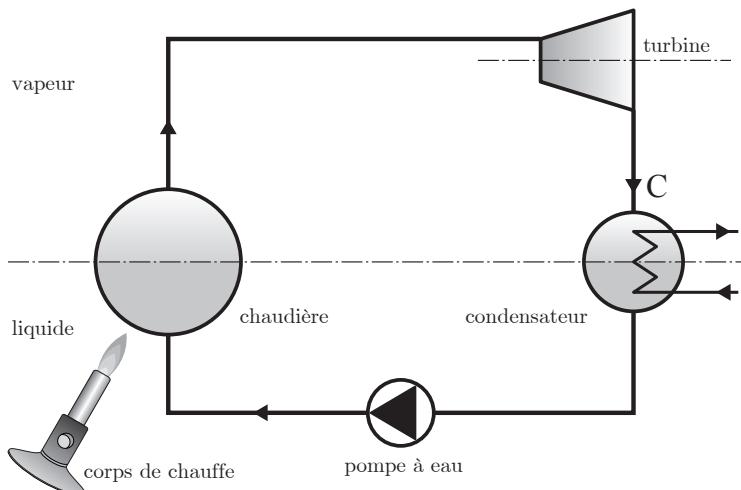
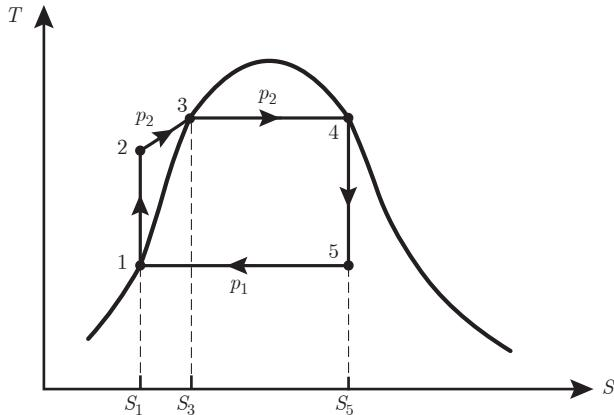

Fig. 7.7 Diagramme du moteur de Rankine pour un fluide biphasique.
Fig. 7.8 Diagramme (T, S) du cycle de Rankine pour un fluide biphasique.
★★★★ Un moteur est constitué d'une chaudière, d'un condensateur, d'une turbine et d'une pompe (fig. 7.7). Ce moteur subit un cycle de Rankine pour un fluide biphasique (fig. 7.8). Le cycle est constitué de cinq processus :
- 1) Déterminer la chaleur fournie par la chaudière $Q^+ = Q_{23} + Q_{34}$, la chaleur libérée au condensateur $Q^- = Q_{51}$ en termes des enthalpies par unité de masse h_1^*, h_2^*, h_4^* et h_5^* et la masse M de fluide qui subit ce cycle (fig. 7.8).